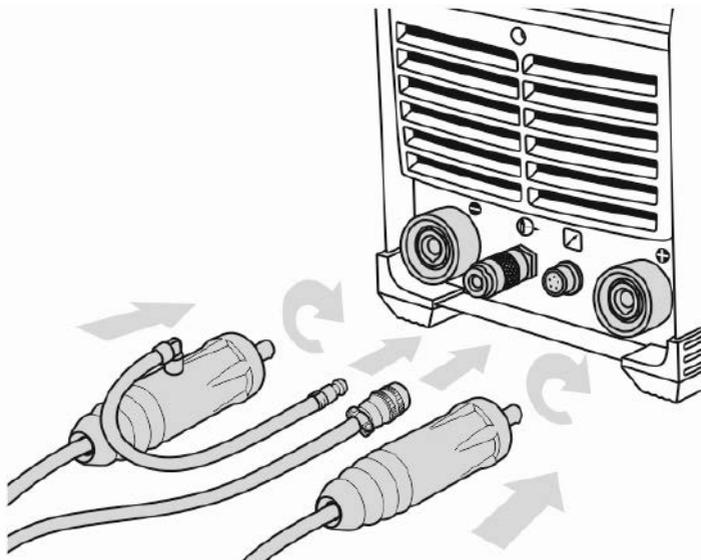

Рис. 8.0.4. Подключение.
2. Подключайте сварочные принадлежности для TIG сварки в следующем порядке (см. рис. 8.0.4).